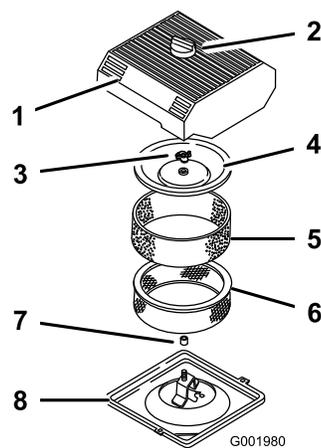

Рисунок 37
3. Очистите область вокруг воздушного фильтра для предотвращения попадания загрязнений в двигатель, что может вызвать его повреждение (Рисунок 37).
4. Ослабьте ручку крышки воздухоочистителя и снимите крышку (Рисунок 37).
5. Осторожно снимите элемент из вспененного материала с бумажного элемента (Рисунок 37).
6. Отверните гайку крышки и снимите крышку и бумажный элемент (Рисунок 37).
1. Осторожно наденьте элемент из вспененного материала на бумажный элемент воздухоочистителя (Рисунок 37).
3. Установите гайку крышки, затянув ее от руки, чтобы прижать крышку (Рисунок 37).
4. Установите крышку воздухоочистителя и ручку (Рисунок 37).